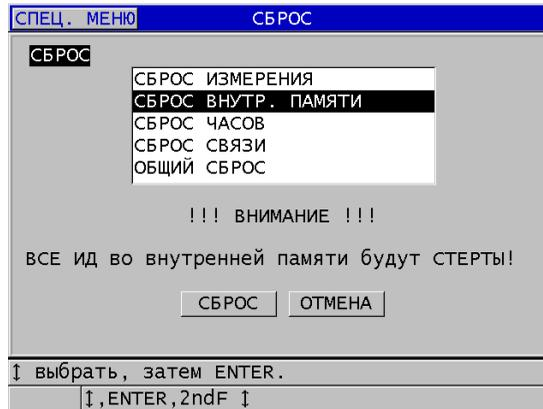

Рис. 11-22 Предупреждающее сообщение при сбросе данных измерения
3. В окне **СБРОС** (см. Рис. 11-22 на стр. 214):